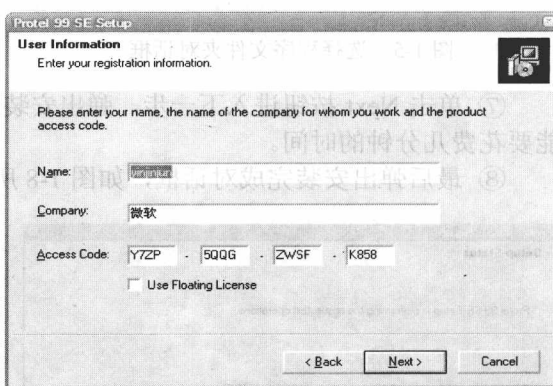

图 1-2 用户信息对话框
② 单击 Next 按钮，弹出用户信息对话框，如图 1-2 所示。要求填写相关项目：用户名、公司名称，填写序列号。